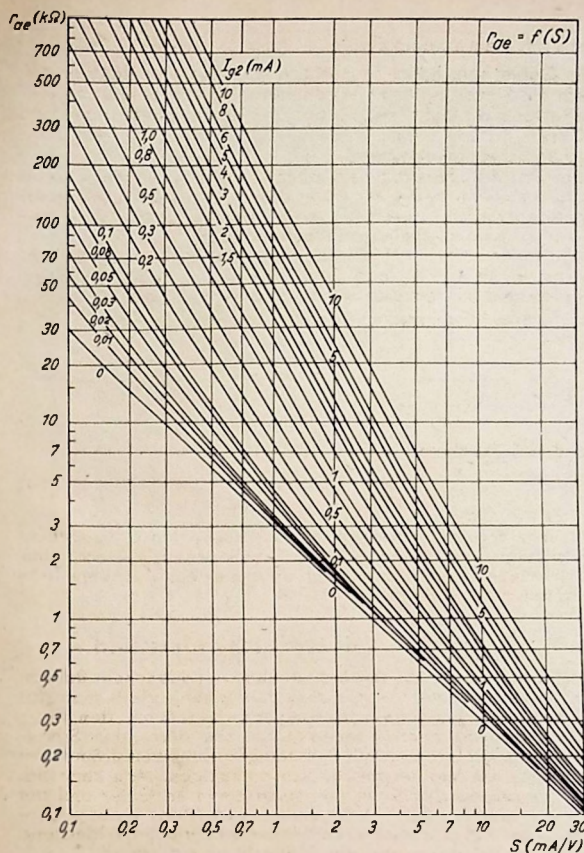

Bild 6. Diagramm zur Bestimmung des äquivalenten Rauschwertes in Abhängigkeit von der Steilheit und vom Schirmgitterstrom.
Es sei ausdrücklich darauf hingewiesen, daß das Influenzrauschen im äquivalenten Gitterrauschwiderstand nicht erfaßt wird. In Bild 6 ist die Formel (28) als Diagramm dargestellt, dabei ist für σ 0,65, und für $I_k = 1,3 \cdot I_a$ eingesetzt.
(s. a. das Diagramm Bild 6).